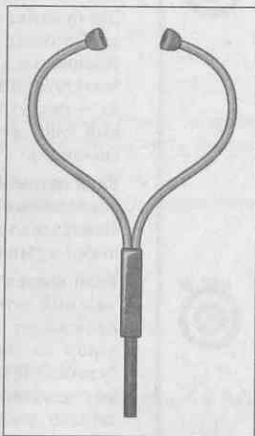

Рис. 20.1. Из обычной резиновой трубки и старого стетоскопа можно сделать отличный инструмент для обнаружения неисправностей
- ✓ При обнаружении неопределенного шума возьмите старый стетоскоп, снимите резиновый диск и вставьте вместо него трубку длиной 3 см (рис. 20.1), потом вставьте наушники в уши, запустите двигатель и передвигайте конец трубки стетоскопа по двигательному отсеку. Так как стетоскоп усиливает звук, вы услышите звук при приближении к источнику шума.